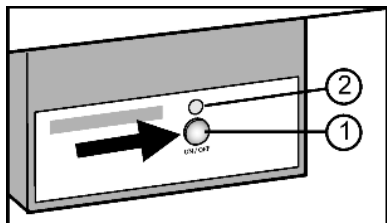

Fig. 15
- ▶ Appuyer sur la touche On/Off Fig. 15 (1) afin que la DEL Fig. 15 (2) s'allume.